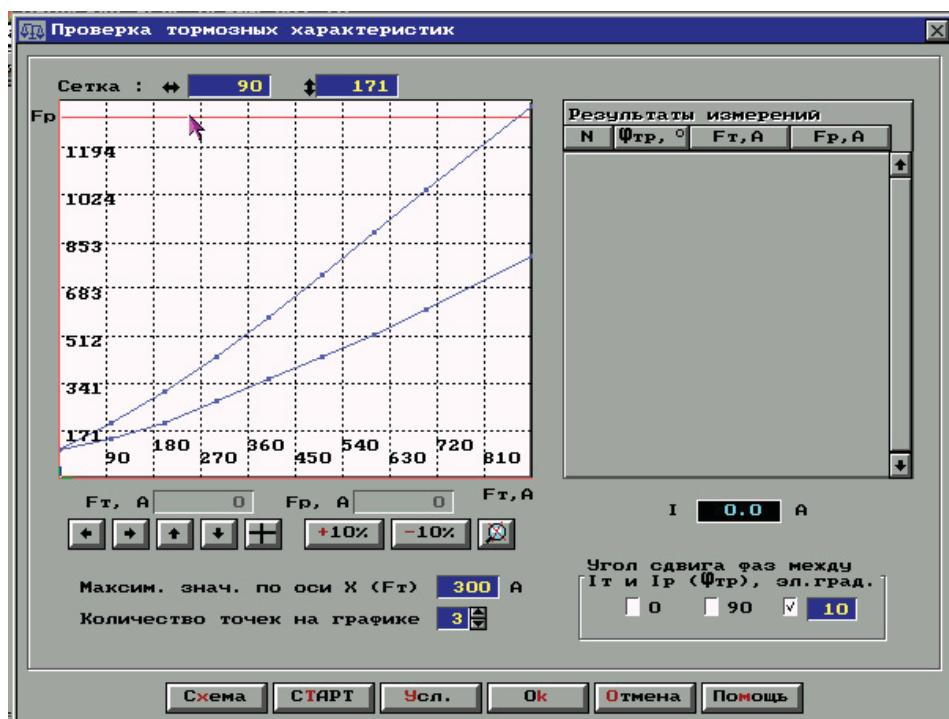

Рис. 12.14. Окно *Проверка тормозных характеристик*
10. Проверка тормозных характеристик. В панели управления нажмите кнопку *Проверка тормозных характеристик*. Программа выведет на экран рабочее окно (рис. 12.14).